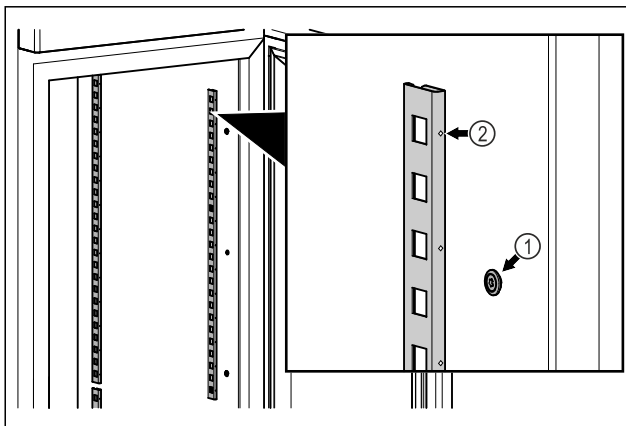

Fig. 83 Beispielhafte Darstellung
▶ Rastenleisten in Aufhängung Fig. 83 (1) einhängen. Markierung Fig. 83 (2) muss nach vorne zeigen.